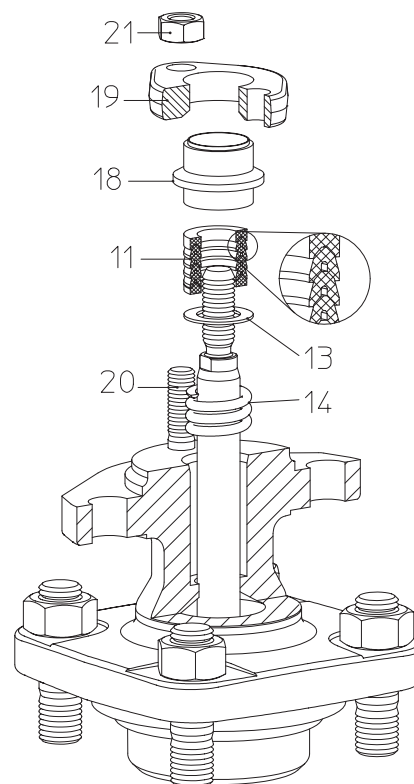

Fig. 8: Empaquetaduras angulares DN15-150
- Al cambiar las empaquetaduras angulares (Pos. 11) preste atención al orden de colocación y a la posición de montaje de las distintas piezas (véase Fig. 8).